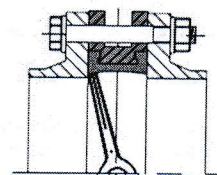

Рис. 1 (неправильно)
1. Использование фланцев с внутренним диаметром меньше номинального диаметра затвора заслонки может привести к блокировке диска, что в свою очередь вызовет серьезное повреждение диска поворотного затвора (рис. 1).